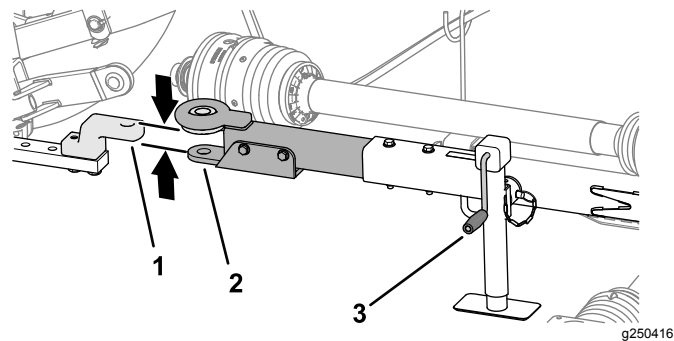

Figura 22
1. Utilize a pega do macaco para levantar ou baixar a barra de reboque e alinhe a barra de reboque com a lança de tração ou com o engate pintle (**Figura 22**).
3. Alinhe a lança de tração ou o engate pintle do veículo de reboque com a barra de reboque do cortador (**Figura 22**).